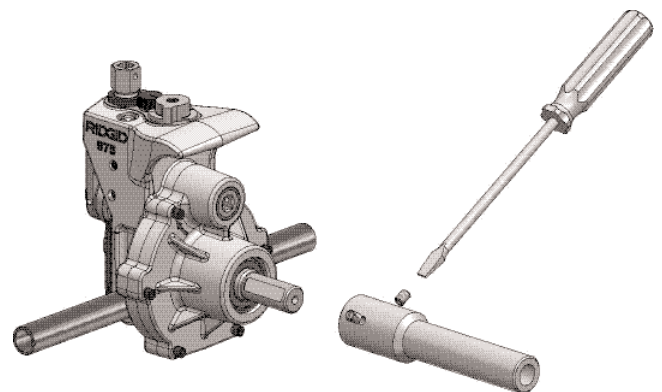

Рисунок 4 – Установка приводного адаптера
1. Установите приводной адаптер на вал устройства для прокатки желобков (См. Рисунок 4). Совместите зажимные винты с надрезами на приводном валу машины и надежно затяните их.